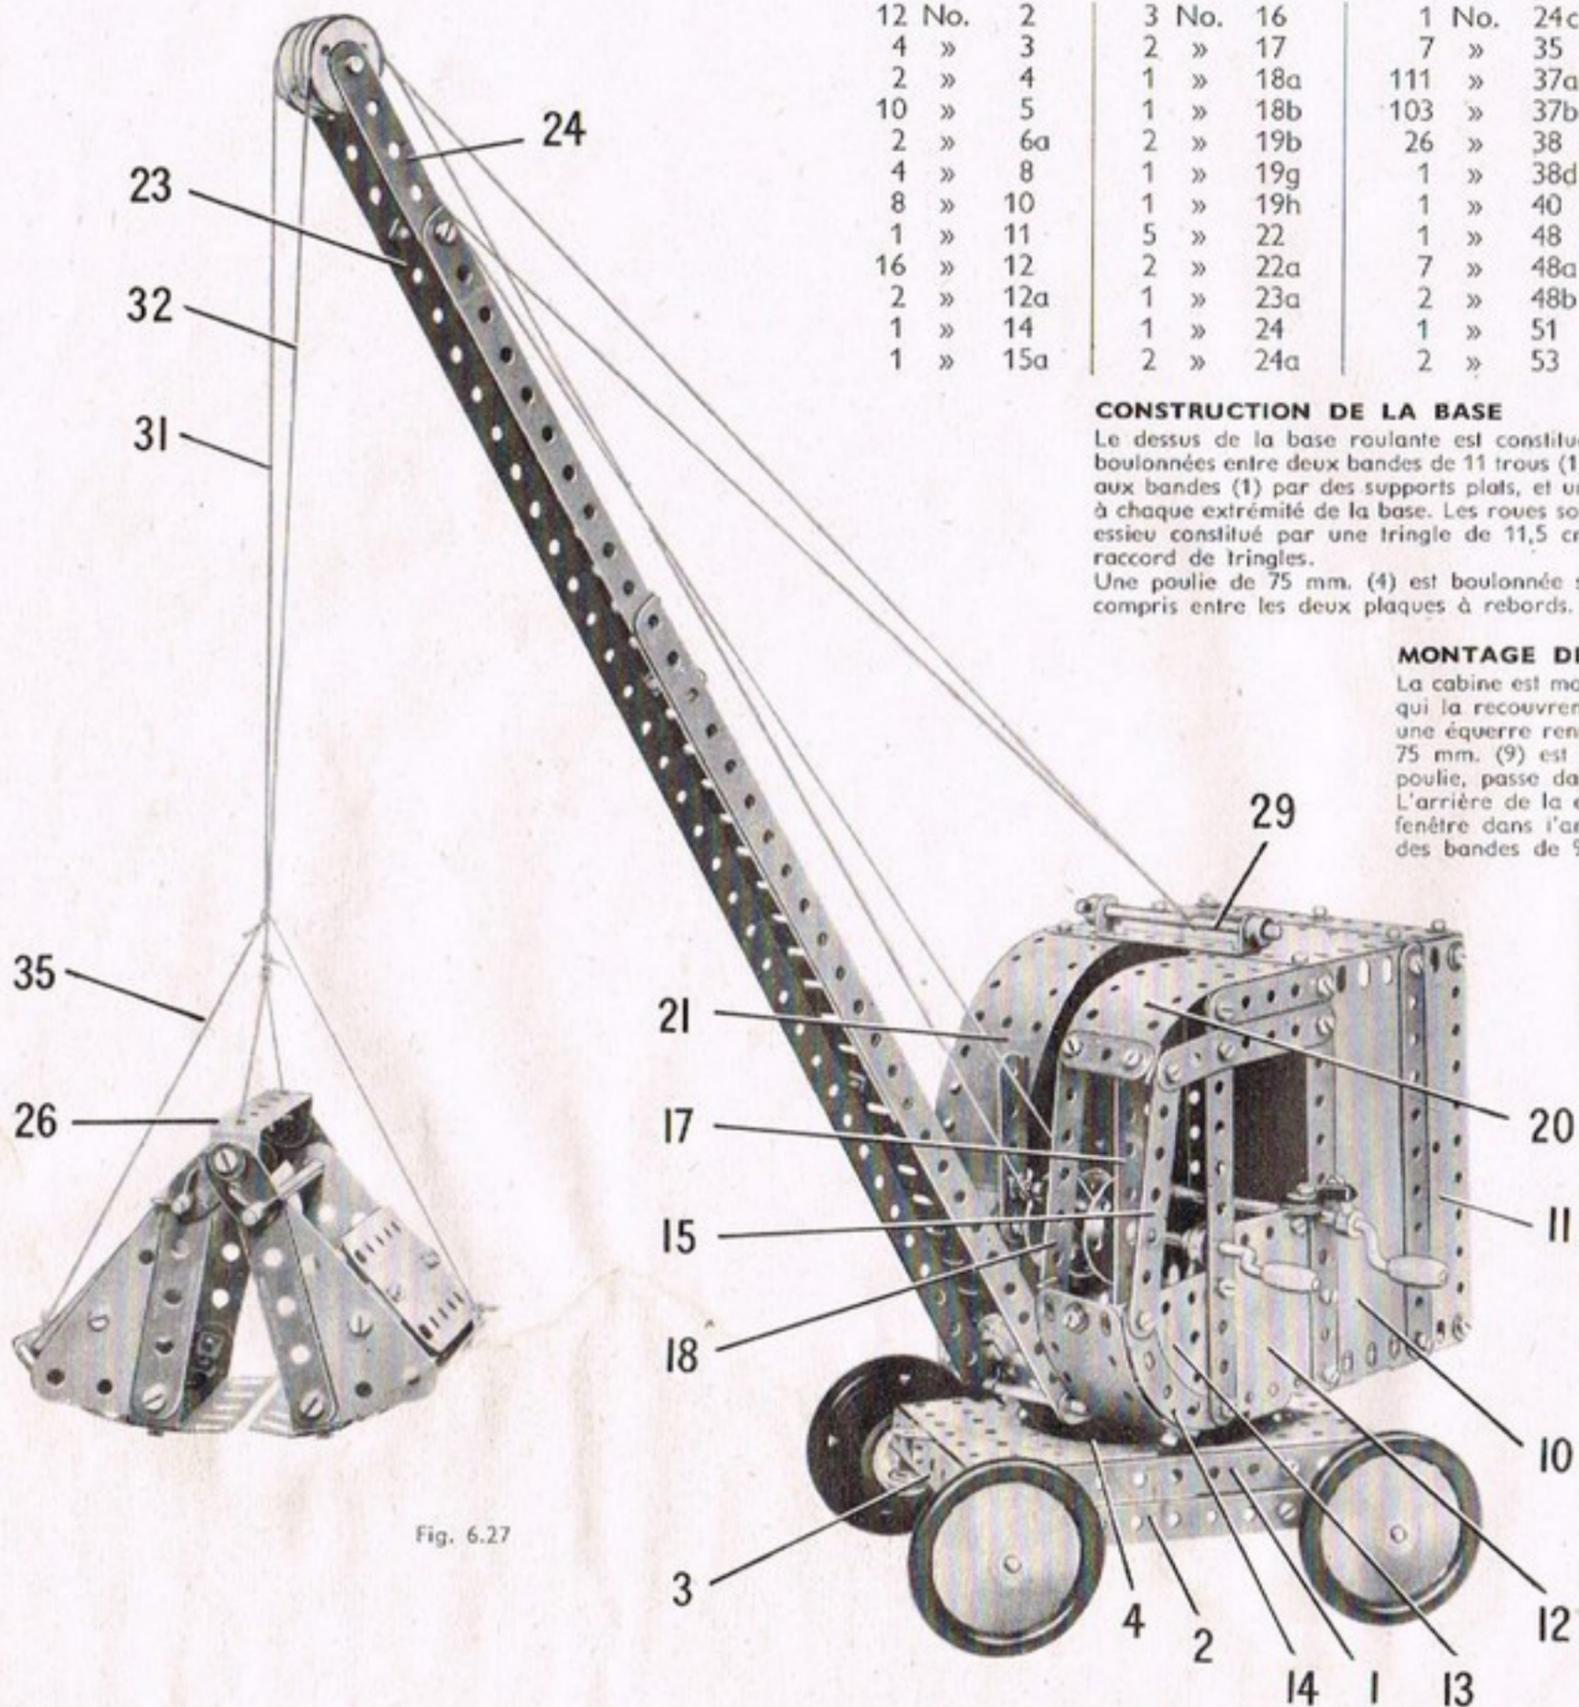

Fig. 6.27
Le côté qui apparaît sur la figure 6.27 est constitué par une plaque flexible de 14x6 cm. (10), une de 14x4 cm. (11) et une moitié de plaque à charnières (12). Les plaques sont renforcées par des bandes, et le côté est prolongé vers l'avant par une plaque semi-circulaire (13) boulonnée sur une bande incurvée épaulée (14). La bande incurvée est réunie au sommet du côté par une bande de 7 trous (15). Une bande coudée de 38x12 mm. (16) est boulonnée entre la bande incurvée (15) et une bande identique fixée sur la plaque-sector à rebords (5). Une bande de 11 trous (17) est tenue sur la plaque-sector par le boulon qui fixe la bande incurvée; une bande de 7 trous est boulonnée dans l'avant-dernier trou de la bande (17) qu'elle dépasse de deux trous à l'avant. L'extrémité avant de la bande de 7 trous est réunie par une bande de 7 trous (18) au rebord de la bande coudée (16). Une plaque flexible de 6x4 cm. incurvée est boulonnée sur la bande coudée (16). Le côté terminé est relié à l'arrière de la cabine par deux équerres.